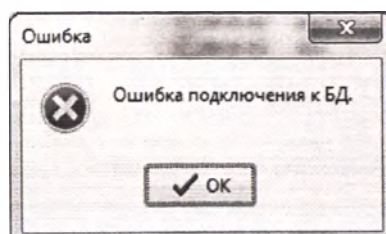
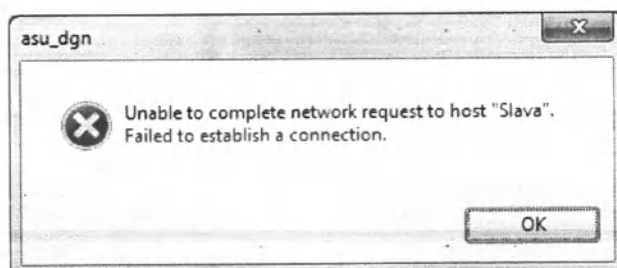

Рис. 4.60. Сообщение об ошибке подключения к базе данных
Рис. 4.62. Сообщение о невозможности подключения к серверу базе данных Firebird.
1. «Ошибка подключения к БД» (рис. 4.60). 2. «Unable to complete network request to host "Server". Failed to establish a connection» (рис. 4.62).	На сервере базы данных не запущены службы Firebird Guardian и Firebird Server. Открыть папку «Службы» («Пуск» - «Панель управления» - «Администрирование» - «Службы»), проверить тип запуска службы «Firebird Guardian» (должен быть «Автоматически») и запустить её. Тип запуска службы «Firebird Server» должен быть «Вручную». В диспетчере задач Windows проверить наличие работающих процессов «fbguard.exe» и «fbserver.exe».